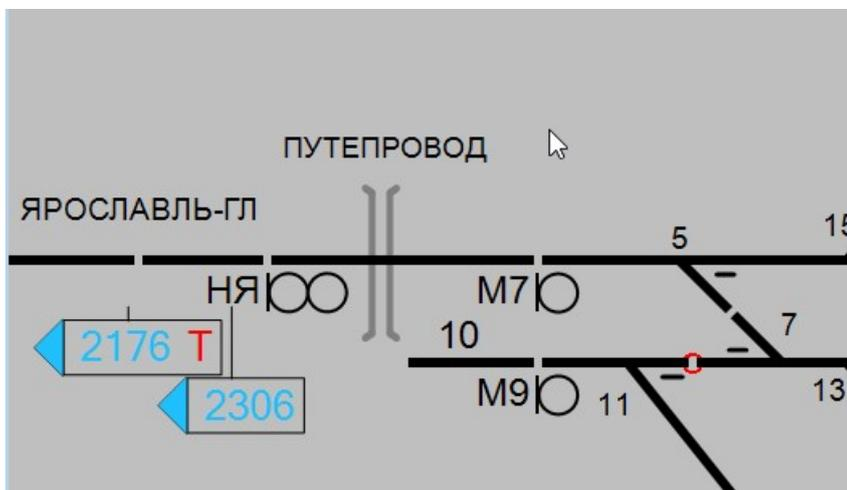
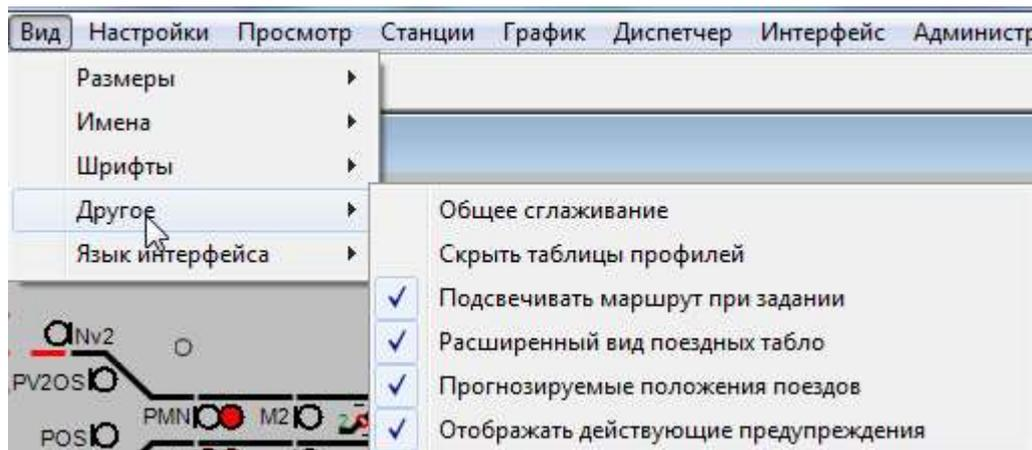

Рис. 328. Обычный вид поездных табло.
Рис. 330. Пункт меню «Вид» - подпункт «Другое»
- «Другое». Подпункт позволяет включать/отключать функцию сглаживания отображения элементов мнемосхемы. Галочка  показывает, что функция сглаживания отображения элементов мнемосхемы включена.(см. рис. 330). Для включения «расширенного вида поездных табло» необходимо поставить галочку в соответствующем подпункте. Разницу в отображении можно посмотреть на рис. 328, 329.